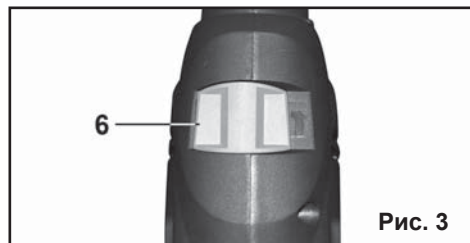

Рис. 3
9.1.5. Установите переключатель режимов работы (6) в положение «сверление без удара» как показано на Рис.3.
9.3.3. Установите переключатель режимов работы (6) в положение «сверление без удара», как показано на Рис.3.